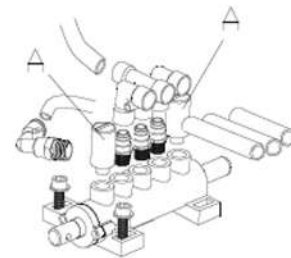

Fig 13
2. Afrouxe o Silenciador da válvula (A) que pertence ao Pedal de abertura e fechamento das Garras e ao Pedal Quebra-talão; (A)
3. Limpe os silenciadores com ar comprimido, substitua-os consultando a lista de peças de reposição se estiverem danificados. (Fig. 13).